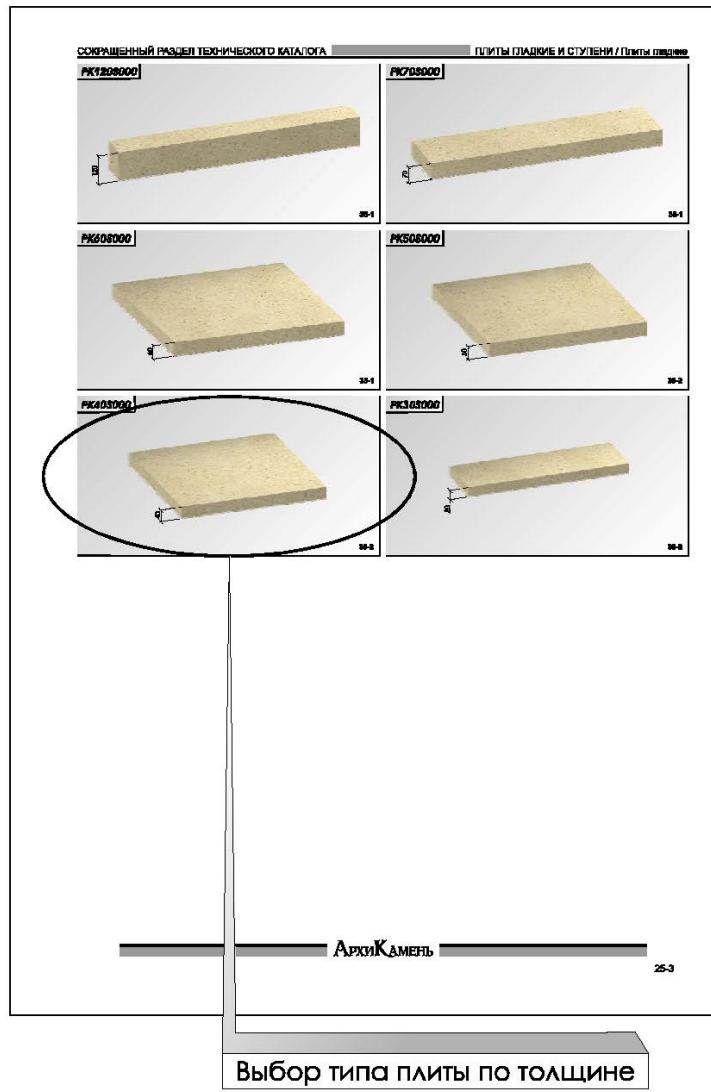

Рис. 3. Выбор типа плиты.
2. В "Сокращенном разделе технического каталога / Плиты гладкие и ступени" выбираем тип плиты, см. стр. 25-2 (рис. 3. Выбор типа плиты). В данном примере нас интересует плита толщиной 40 мм, выбираем плиту: **PK40S000**.